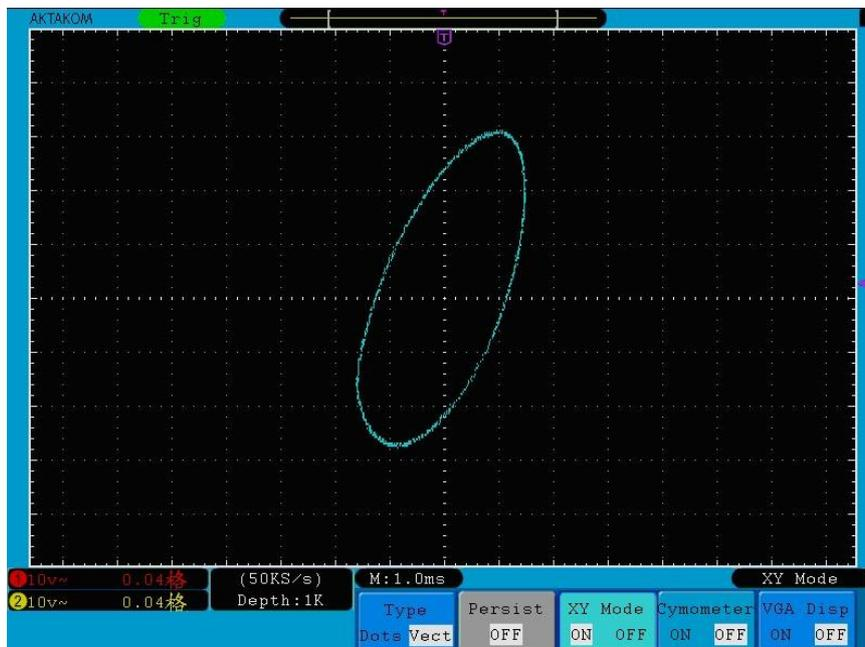

Рис. 43. Вид экрана при режиме XY
2. Нажатием кнопки **H3** включите режим XY (состояние - ON). (см. рис. 43).